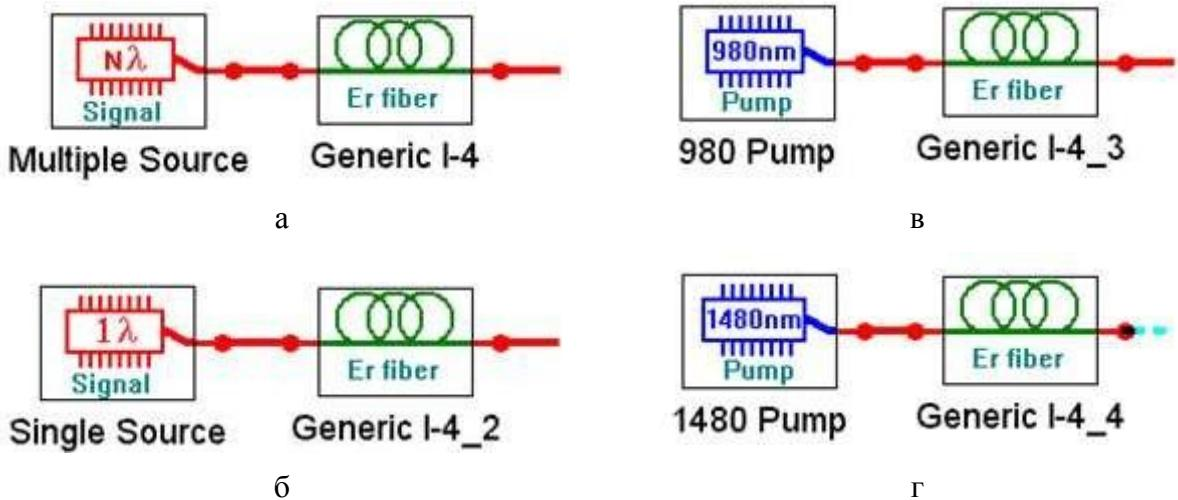

Рис. 2.1. Схемы подключения источников излучения к эрбииевому ОВ.
2. Соберите сразу 2 схемы (рис. 2.1а и 2.1б) с источниками  $N\lambda$  и  $1\lambda$  для исследования затухания эрбииевого ОВ в диапазоне длин волн 1520-1560 нм. При сборке схем не забудьте к выходу исследуемого ОВ подключить вспомогательный отрезок ОВ.